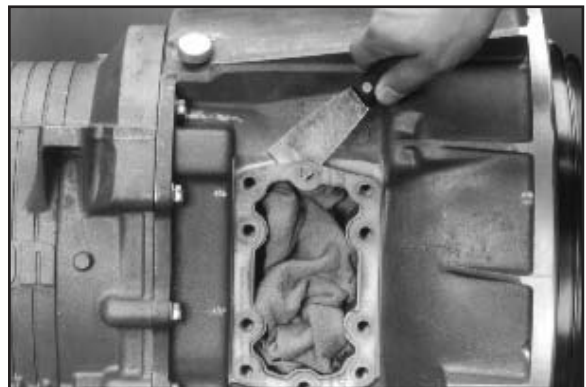

Abb. 3
3. Die Dichtung entfernen und die Seitenplatten-Dichtfläche reinigen (**Abb. 3**).